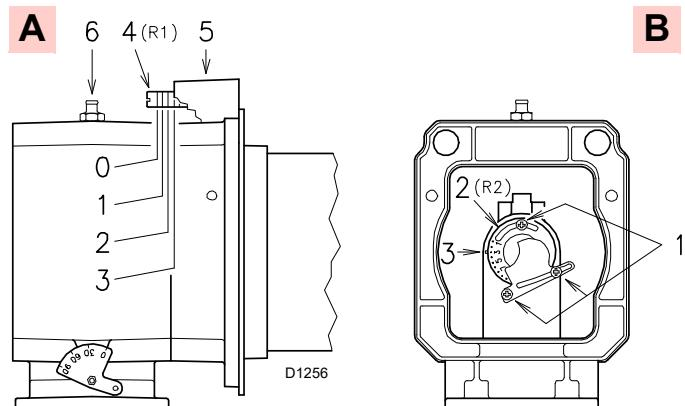

Abb. 13
An dieser Stelle der Installation sind Flammrohr und Muffe gem. Abb A)(Abb. 13) am Kessel befestigt.
- Luft R1 (A, Abb. 13)
- Gas/Luft R2 (B, Abb. 13)
Drehen Sie die Schraube 4)(Abb. 13) bis die gefundene Kerbe mit der Vorderseite 5)(Abb. 13) des Flansches übereinstimmt.
Lösen Sie, um die Einstellung zu erleichtern, die Schraube 6)(Abb. 13), nehmen die Einstellung vor und ziehen sie dann wieder fest.
Lockern Sie die 3 Schrauben 1)(Abb. 13) und drehen die Nutmutter 2) bis die gefundene Kerbe mit dem Index 3) übereinstimmt. Ziehen Sie die 3 Schrauben 1) fest.
Das Diagramm (Abb. 14) zeigt eine optimale Einstellung für einen Heizkesseltyp gemäß Abb. 3 auf Seite 10. Wenn es der Gasdruck zulässt, lassen sich durch das Schließen der Nutmutter 2)(Abb. 13) Reduzierungen bei der Bildung von NOx erzielen.